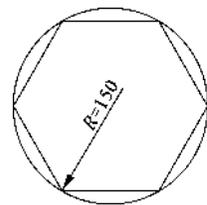

图 1-19 正六边形
**【实例 1-8】** 绘制如图 1-19 所示的半径为 150 的圆的内接正六边形。